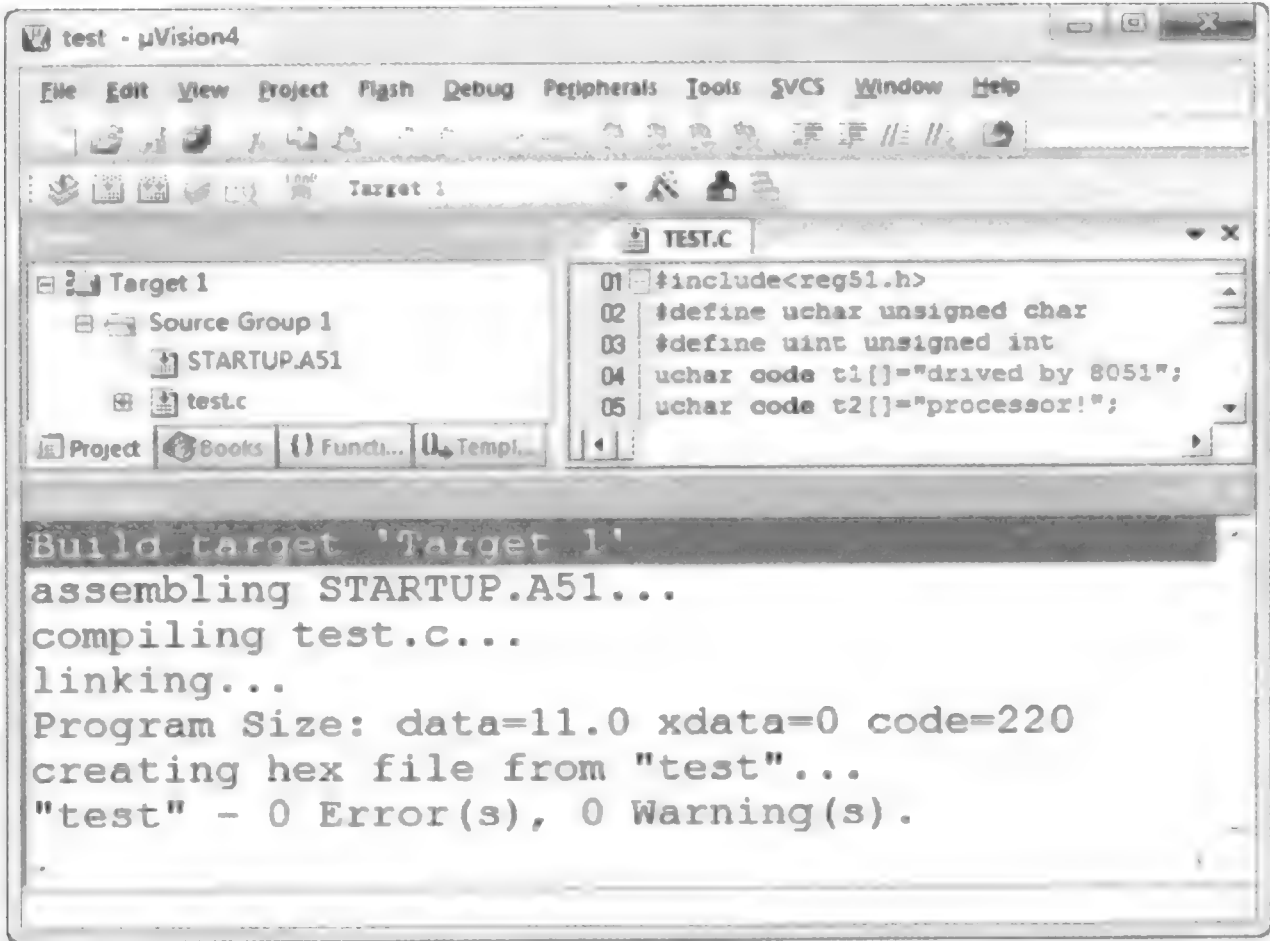

图 5.2.8 编译工程
(6) 配置完成后,单击快捷按钮开始编译并连接工程,如图 5.2.8 所示。